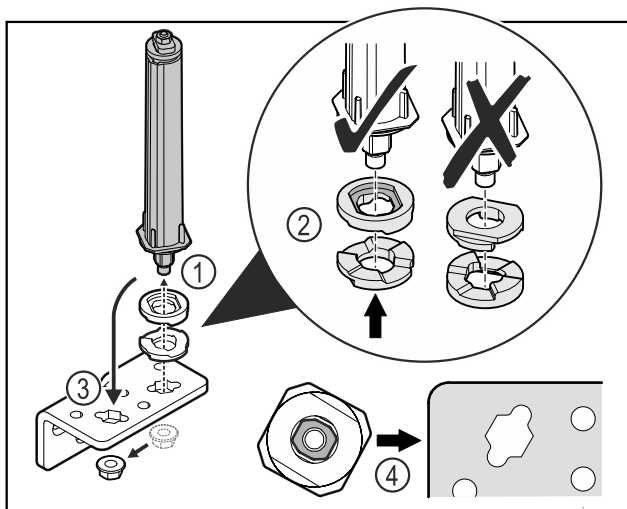

Fig. 46
- ▶ Løsn møtrikken, og afmontér dørlåsesystemet Fig. 46 (1).
- ▶ Vær opmærksom på, at højdeindstillingskiverne vender korrekt Fig. 46 (2).
- ▶ Flyt lukkesystemet i hængselvinklen, og fastgør med møtrikken Fig. 46 (3).
- ▶ Vær opmærksom på, at dørlukkesystemet vender korrekt, når det sættes i Fig. 46 (4).